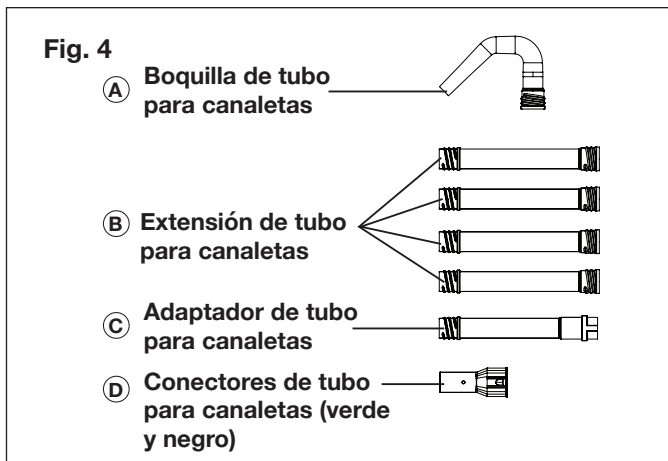

Fig. 4
1. Conecte el juego para canaletas tal como se muestra en las Figs. 4 y 5: conecte los componentes A, B y C enroscándolos juntos. Luego conecte los ensamblados A, B y C en D, y luego enganche el accesorio de canaletas completado en la sopladora eléctrica.